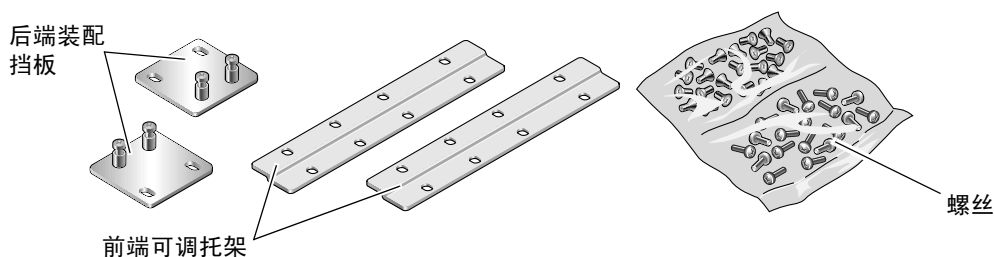

图 3-17 600 毫米四柱机架固定式装配套件中的物品
6. 从机架套件中取出 600 毫米前端可调托架（图 3-17）。
10. 从机架套件中取出两个后端装配挡板（图 3-17）。